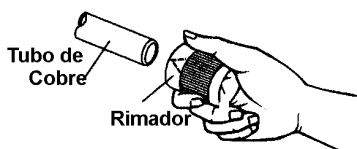

Figura 11
- Remueva la rebaba al final del tubo de cobre con un rimador de tubo o lima. (Figura 11).